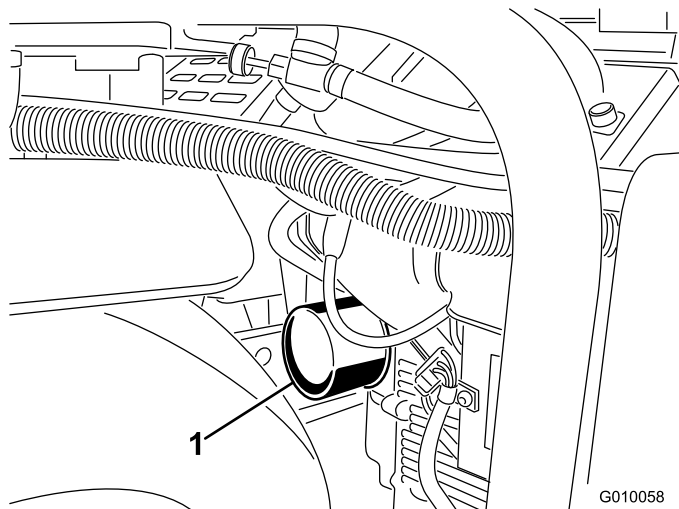
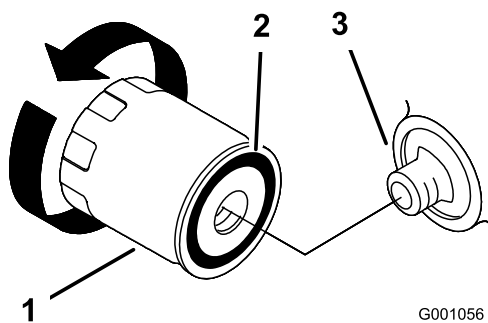

Bild 47
Bild 48
6. Stellen Sie eine flache Auffangwanne oder legen Sie einen Lappen unter den Filter, um auslaufendes Öl aufzufangen (Bild 47).
7. Entfernen Sie den Altfilter (Bild 47 und Bild 48) und wischen Sie die Dichtfläche am Anbaustutzen ab.